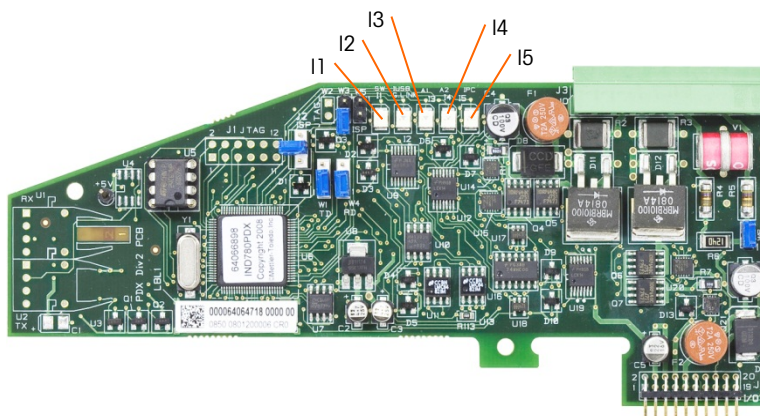

Figura 3-7: LED de la tarjeta PDX
- Ingresa a Configuración > Mantenimiento > Ejecutar > Restaurar desde USB. La pantalla mostrada en la Figura 3-7 se abre.